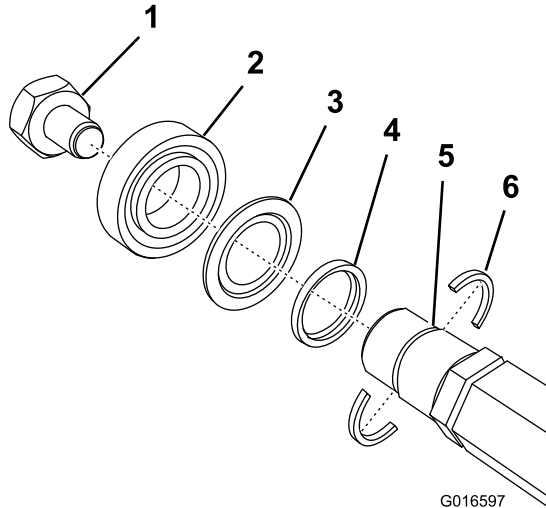

Figura 10
**Importante:** Asegúrese de que los 2 retenes del eje y el espaciador están colocados antes de instalar los cojinetes en el molinete (Figura 10). Apriete las tuercas embutidas a 136 N·m.